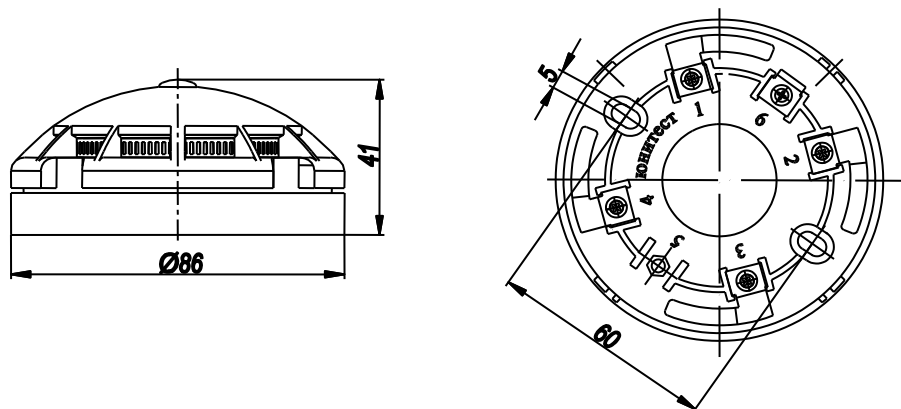
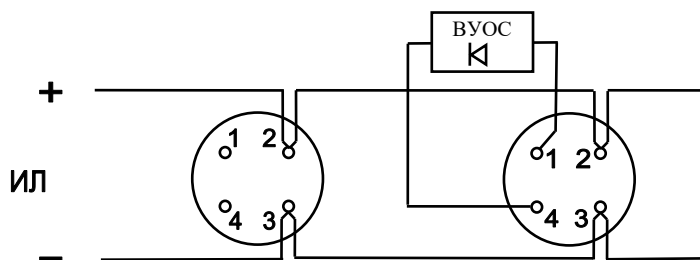

Рис.1. Габаритные и установочные размеры извещателя.
Рис.2. Схемы включения извещателя в адресную линию АПКП
2.1.3. Установить базы извещателей согласно проекту. Габаритные и установочные размеры извещателя показаны на рис.1, схемы подключения – на рис.2.